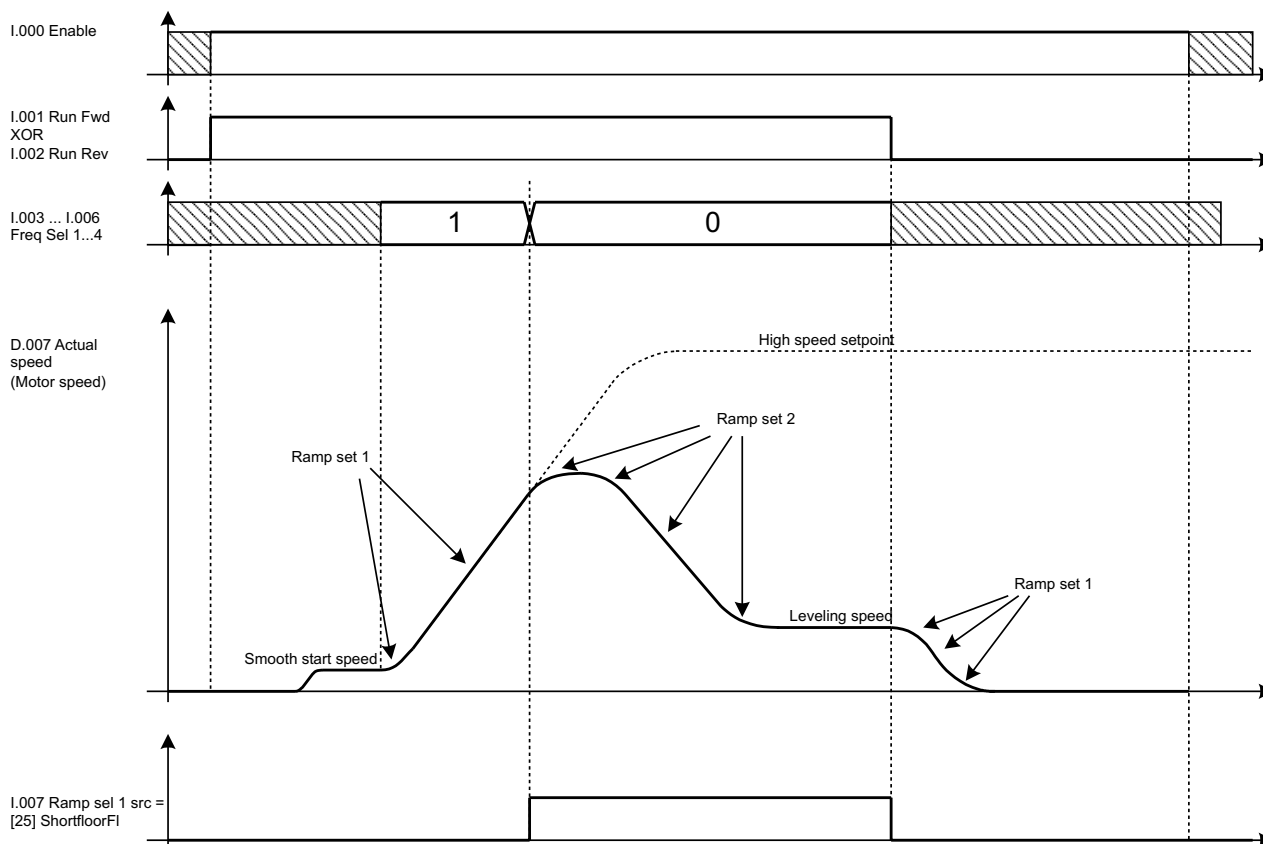

Abb. 7.5 – Kurze Stockwerk-Sequenz
**Ramp Sel 1 ... 2** Der durch den Status dieser Signale festgelegte Binärcode wählt das Parameterset für das Rampenprofil (Jerk, Beschleunigung und Verzögerung). Gemäß der Voreinstellung wird der erste Rampenwählschalter von **ShortFloorFl** gesteuert (siehe Kapitel 7.3), während der zweite Rampenwählschalter fix auf FALSE eingestellt ist. Folglich ist das erste Rampenset normalerweise aktiv und der Antrieb geht automatisch zu dem Zeitpunkt auf das zweite Rampenset über, in dem ein kurzes Stockwerk festgestellt wird (siehe Abbildung 7.5).
Durch Einstellung der Parameter von **S.240** bis **S.245** wird der Raum eingestellt, der vor der Ankunft im Stockwerk zurückzulegen ist. Wenn der Aufzug bei einem kurzen Stockwerk über das Stockwerk hinaus fährt, bedeutet das, dass er nicht mit niedriger Drehzahl angekommen ist und die Jerk-Wert daher erhöht werden müssen (Parameter **S.242**, **S.243**, **S.244**). Wenn die Anlage vor der Ankunft im Stockwerk zu lange bei der niedrigen Drehzahl verbleibt, müssen die Jerk-Werte (Parameter **S.242**, **S.243**, **S.244**) verringert werden. Abbildung 7.5 zeigt eine typische kurze Stockwerk-Sequenz.